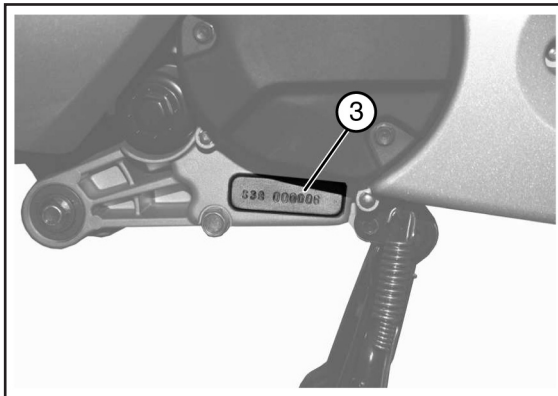

Fig. 02
- Il numero di motore «3 - Fig. 02» è stampigliato sul carter del motore.